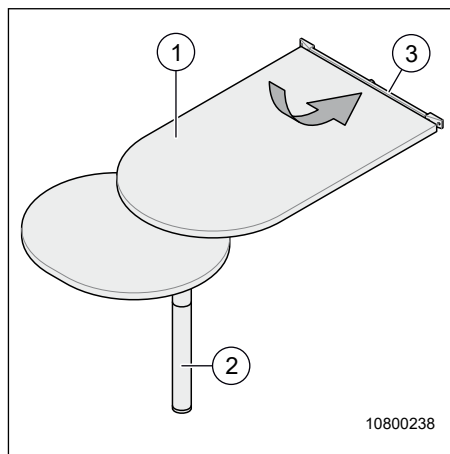

Fig. 18 Demonstrerbart bord
1. Lyft bordsskivan (Fig. 18, pos. 1) något.
Se upp: Benets nedre del (Fig. 18, pos. 2) är endast isatt och kan falla ur.
2. Ta bort benets nedre del (Fig. 18, pos. 2).
3. Håll bordskivan (Fig. 18, pos. 1) med båda händerna och ta bort den ur fästskenan (Fig. 18, pos. 3).
Se upp: Bordskivan (Fig. 18, pos. 1) är fasthängd och kan falla ner om den lyfts för högt.
1. Lyft bordet (Fig. 18, pos. 1) något, tills kuggningen lossar.
2. I upplyft läge kan bordet (Fig. 18, pos. 1) skjutas till önskat läge.
3. Sänk åter ned bordet (Fig. 18, pos. 1) och kontrollera att det låser fast i kuggningen.
4. Lyft bordet (Fig. 18, pos. 1) lätt med en hand.
Se upp: Benets nedre del (Fig. 18, pos. 2) är endast istoppad och kan falla ur.
5. Ta bort benets nedre del (Fig. 18, pos. 2) och förvara den på en säker plats.
6. Lyft bordet (Fig. 18, pos. 1) med båda händer och haka loss det från den övre väggskenan.
7. Luta bordet (Fig. 18, pos. 1) något, haka fast det i den nedre väggskenan och sänk därefter ner det.